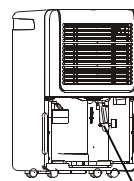
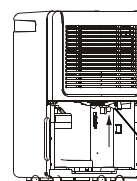

Imagen 7. Se cae la manguera de la bomba
Imagen 8. Vuelva a instalar la manguera de la bomba correctamente
- Si la manguera de la bomba se cae mientras retira el recipiente (consulte Imagen 7), deberá volver a instalar la manguera de la bomba de forma correcta en la unidad antes de volver a colocar el recipiente en la unidad. (Consulte Imagen 8)